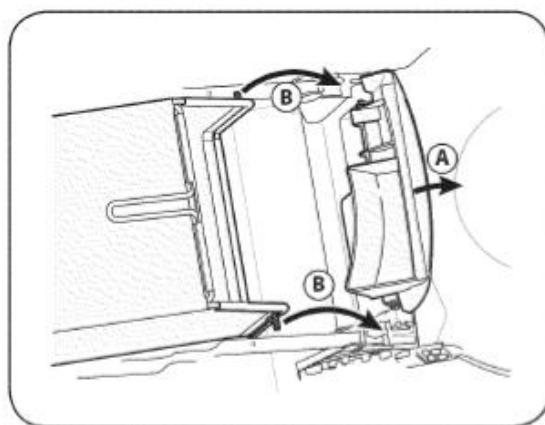

РИС. 8
- B. Расположите травосборник в пазах на кронштейнах рукоятки, как показано на Рис. 8. Опустите дверцу выгрузки.